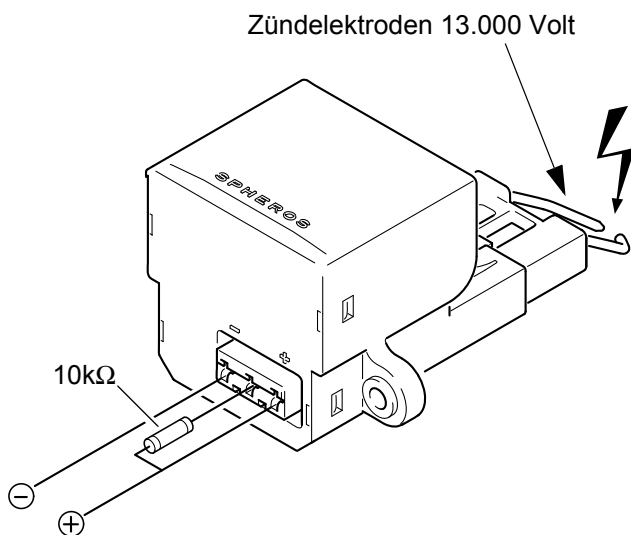

Abb. 508
- Gleichspannung von 24 Volt gemäß Abb. 508 anlegen (10kOhm an SE-Eingang).